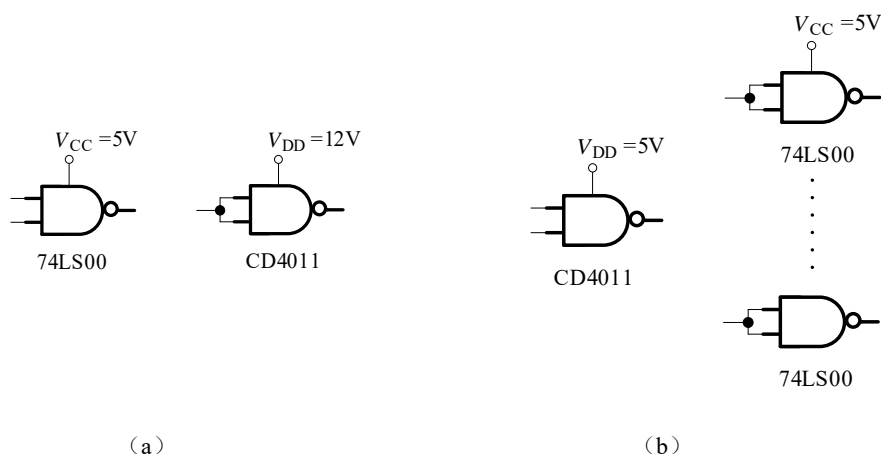

图 7
4. 在如图 7 所示的两个电路中，不同工艺的数字集成电路在互相对接时应该满足什么条件？